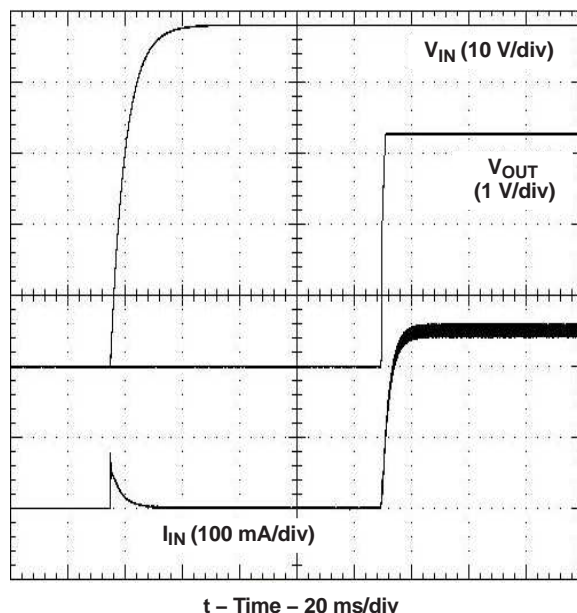

図 13. 電源投入波形
**図 13** に、PTMA403033 コンバータの電源投入特性を示します。出力電圧は、3.3V です。ソフトスタート回路により、出力電圧は低速かつ緩やかに立ち上がります。入力電圧が印加された後、一定の時間遅延（標準値は 85ms～100ms）経過後に出力電圧は立ち上がりを開始します。その後、出力は徐々に、電圧設定ポイントまで立ち上がります。波形は、3A の抵抗負荷を使用して記録したものです。